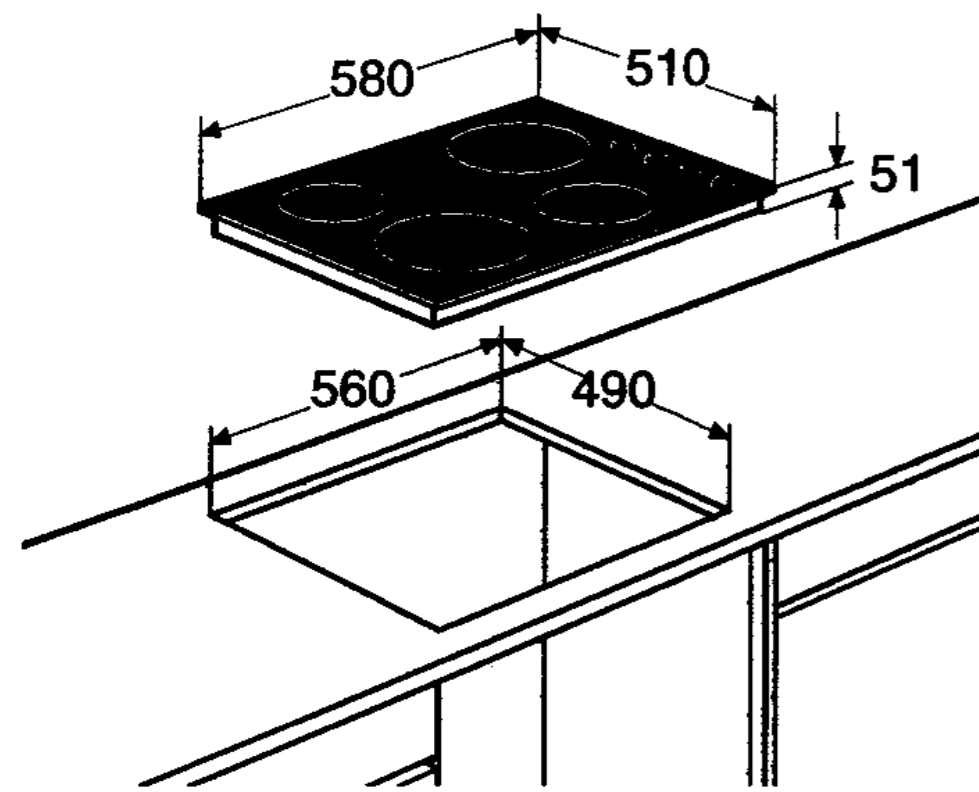

Abb. 5
- Die Sägemeße (560 x 490 mm) auf die Arbeitsplatte übertragen (siehe Abb. 5).